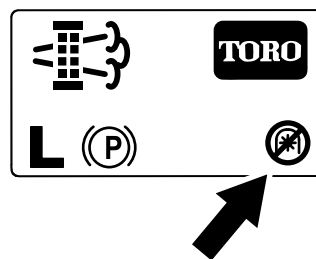

Figura 55
**Nota:** Sulla schermata Home viene visualizzata l'icona di disabilitazione della PDF (Figura 55).
**Nota:** Sulla schermata Home viene visualizzata l'icona di disabilitazione della PDF; fate riferimento a Figura 55 in Messaggi relativi alla rigenerazione parcheggiata \(pagina 50\).